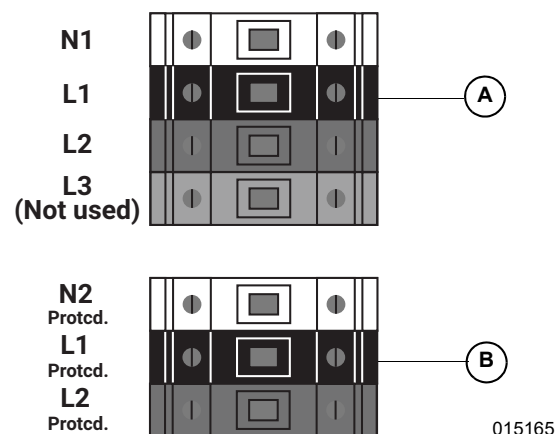

Figure 5-7. Bornes de câblage c.a.
Voir Figure 5-7. L'installateur a pour responsabilité d'installer une protection contre les surintensités de 40 A pour le câblage jusqu'aux bornes de raccordement au réseau c.a. (A). Les conducteurs doivent être de calibres conformes à l'article 705 du NEC concernant le raccordement au réseau électrique. Tous les autres conducteurs dans le système doivent être de calibres conformes à l'article 310 et à tout autre article applicable du NEC.
Voir Figure 5-7. L'inverseur PWRcell est équipé de quatre bornes de raccordement au réseau c.a. et de trois bornes pour charges protégées.